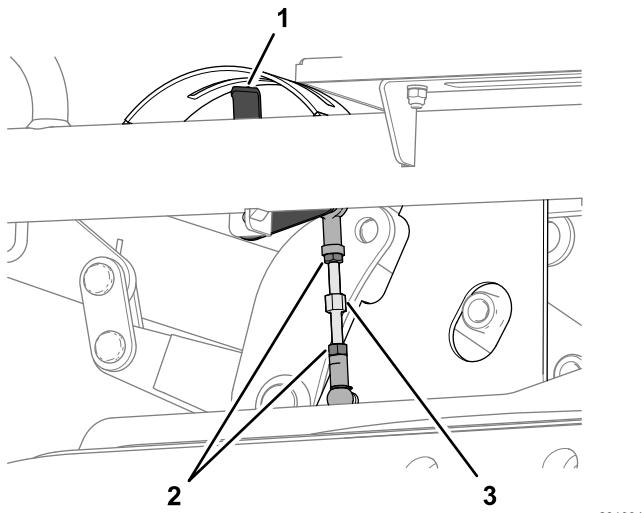

Bild 131
- A. Lösen Sie die zwei Klemmmuttern, mit denen der Schnitthöhenlenker befestigt ist (Bild 131).